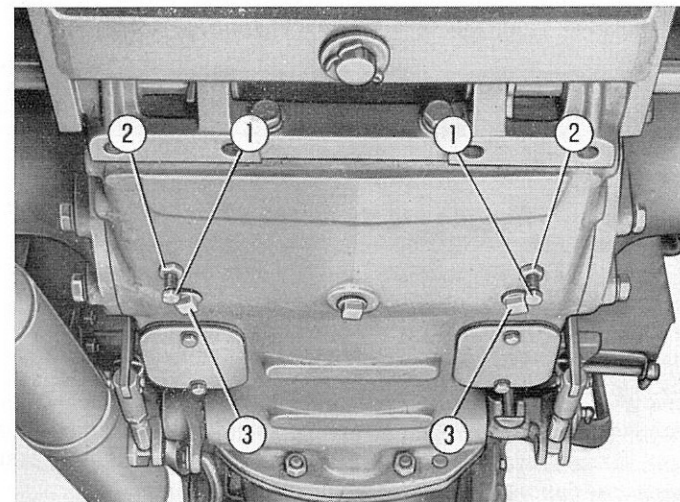

FIG. 20. — Vis de centrage des rubans de freins
- Desserrer l'écrou de blocage des deux vis de centrage des rubans de freins (voir fig. 20), serrer les vis à fond, puis les dévisser d'un tour et demi et les bloquer dans cette position ;
- Evacuer enfin par les bouchons **3** (fig. 20) les dépôts qui ont pu s'accumuler dans les carters de freins.